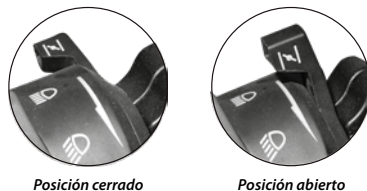

Imagen 32. Ahogador.
8. Colocar la palanca del ahogador en posición abierto. Ver imagen 32.